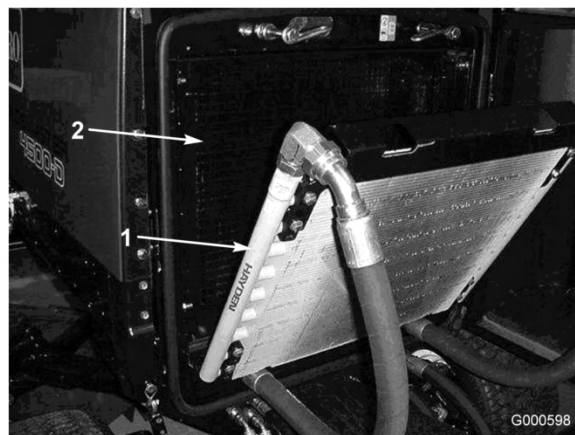

Figura 51
3. Girate indietro il radiatore dell'olio. Pulite accuratamente entrambi i lati dell'area del refrigeratore dell'olio e del radiatore utilizzando aria compressa (Figura 51).